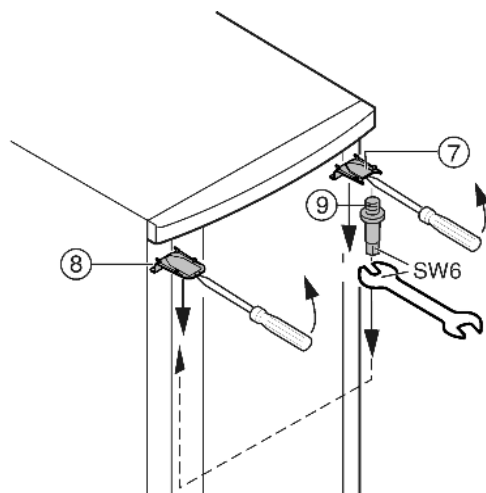

Fig. 7
- ▶ Odstraňte kryt Fig. 7 (7) a kryt Fig. 7 (8) šroubovákem vpředu uvolněte ze západek a odstraňte pohybem šikmo směrem dolů.
- ▶ Vyšroubujte ložiskové čepy Fig. 7 (9) a na protější straně zašroubujte silou (4 Nm).
- ▶ Namontujte opět kryt Fig. 7 (7) na straně ložiskového čepu: vzadu nasadte, vpředu nechte zaskočit do západek.
- ▶ Namontujte opět kryt Fig. 7 (8) na protější straně: vzadu nasadte, vpředu nechte zaskočit do západek.
- ▶ Zavěste dveře nahore do ložiskového čepu Fig. 7 (9).